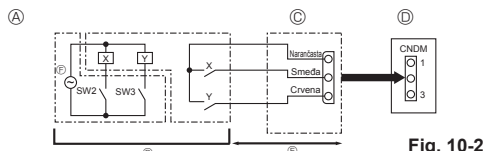

Fig. 10-2
10.2. Funkcija zahtjeva (izmjena na mjestu postavljanja) (Fig. 10-2)